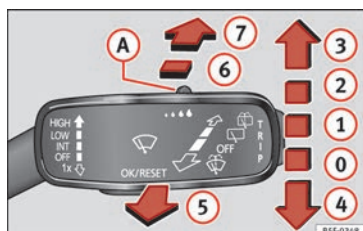

Fig. 32 Manejo del limpiaparabrisas y limpiapuneta.
- Barrido a intervalos para el limpiaparabrisas. Con el mando » **fig. 32** **A** ajuste los niveles de intervalo (en vehículos sin sensor de lluvia), o bien la sensibilidad del sensor de lluvia.